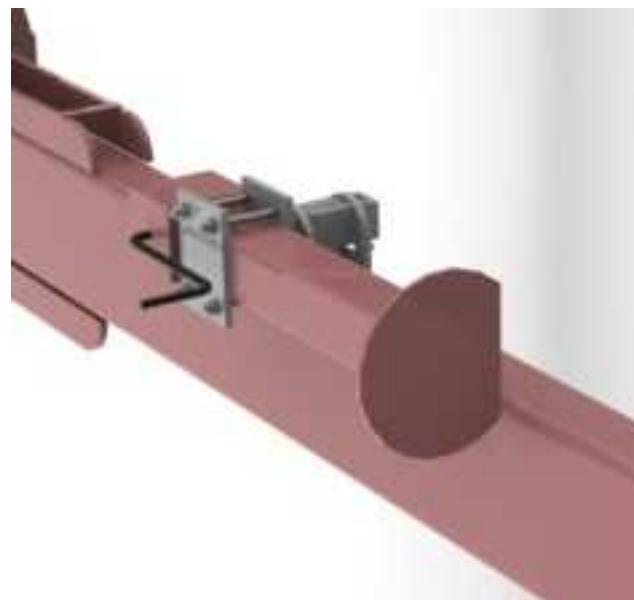

Рис. 14 Установка домкрата в транспортное положение
- 6 – Установить домкрат в проушины дышла (рис. 14)